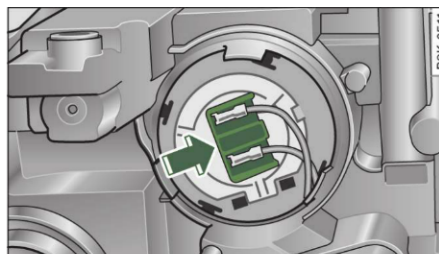

Fig. 266 Suportul
- Apăsați ștecărul în sensul indicat de săgeată ⇒ fig. 266.